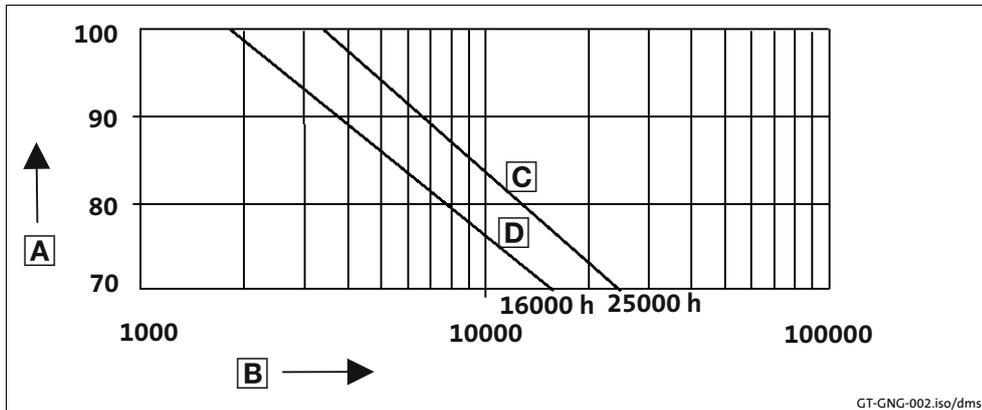

Abb. 12 Schmierstoffdiagramm
- Das Schmierstoff-Wartungsintervall ist von der Öltemperatur abhängig, siehe Abb. 12.